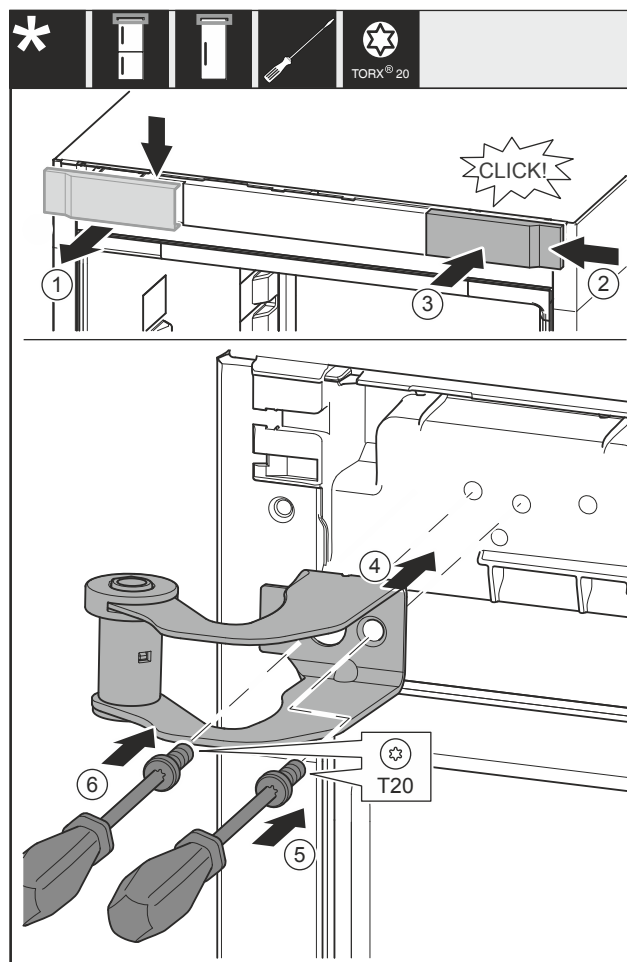

Fig. 33
- Rimuovere la copertura Fig. 33 (1) dall'alto in avanti.
- Agganciare da destra la copertura Fig. 33 (2) ruotata di 180° sull'altro lato.
- Innestare la copertura Fig. 33 (3).
- Applicare la staffa di supporto superiore Fig. 33 (4).
- Stringere la vite Fig. 33 (5).
- Stringere la vite Fig. 33 (6).